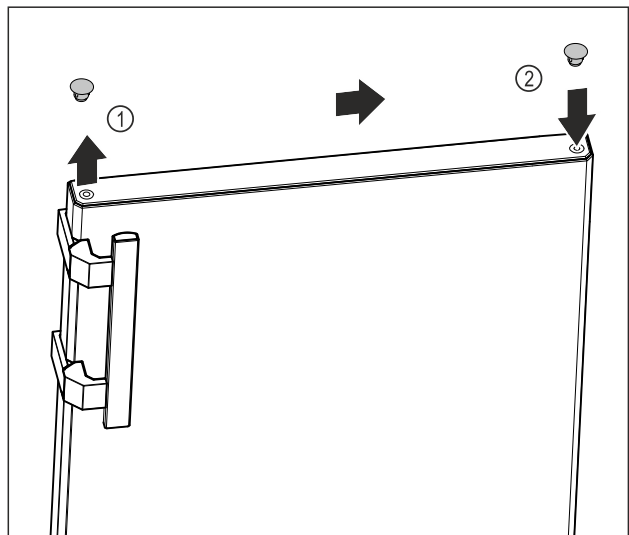

Fig. 16
- ▶ Abdeckstopfen der Türoberseite Fig. 16 (1) vorsichtig mit Schlitzschraubendreher anheben.
- ▶ Abdeckstopfen auf der Gegenseite einsetzen. Fig. 16 (2)